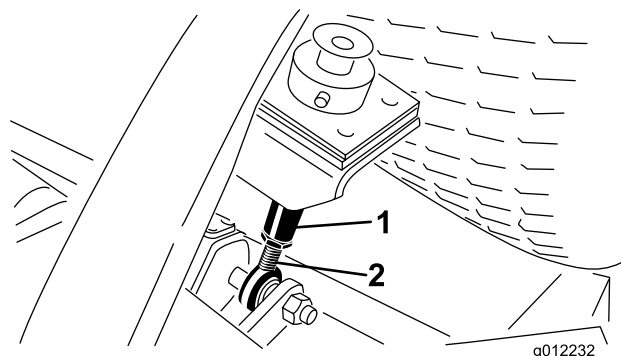

Figura 11
6. Allentate i controdadi sulla parte inferiore delle aste dell'altezza di taglio (Figura 11).